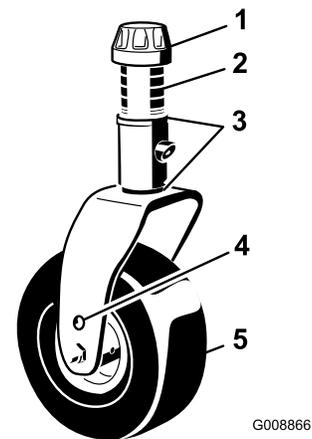

Figura 104
1. Retire el casquillo tensor del eje y deslice el eje fuera del brazo de la rueda giratoria (Figura 104). Vuelva a colocar los suplementos, según sea necesario, para elevar o bajar la rueda giratoria y obtener la inclinación correcta de la unidad de corte.